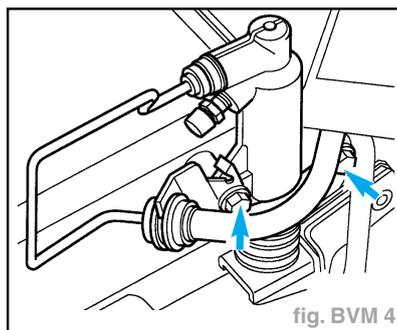

fig. BVM 4
- Déposer les vis (2) et retirer la console (3) avec les tiges d'accouplement et le levier de passage des vitesses avant de la boîte.
- Dévisser de la boîte de vitesses le cylindre récepteur d'embrayage, le remonter et le fixer avec du fil de fer, ne pas ouvrir la conduite (fig. BVM 4).